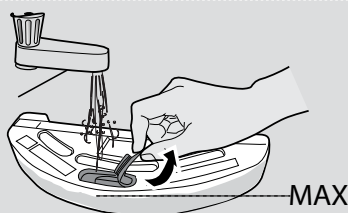

Fig. 14
2. Rimuovere il tappo in gomma del serbatoio e riempirlo con acqua pulita, poi rimettere il tappo. [Fig. 14]